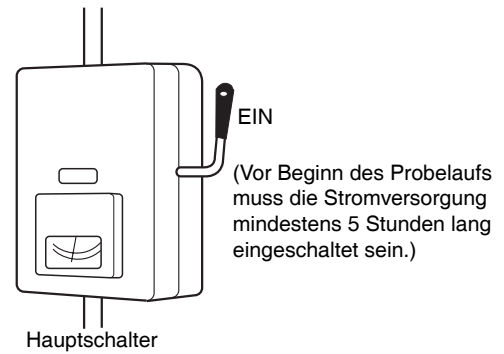

Abb. 7-1
- (1) Alle Restmaterialien, insbesondere Metallspäne, Drahtstücke und Klammern, wurden aus dem Gehäuse entfernt.
- (2) Das Steuerkabel wurde korrekt angeschlossen, und alle elektrischen Anschlüsse sind fest verbunden.
- (3) Die bei der Anlieferung verwendeten Transportsicherungen des Kompressors wurden entfernt. Wenn dies nicht der Fall ist, müssen sie nun entfernt werden.
- (4) Die Transportsicherungen des Inneneinheit-Gebläses wurden entfernt. Wenn dies nicht der Fall ist, müssen sie nun entfernt werden.
- (5) Die Stromversorgung zum Gerät wurde mindestens 5 Stunden vor dem Anlassen des Kompressors eingeschaltet. Die Unterseite des Kompressors sollte sich erwärmt haben, und das Kurbelgehäuse-Heizelement in der Nähe der Kompressorstützen sollte sich heiß anfühlen (Abb. 7-1).